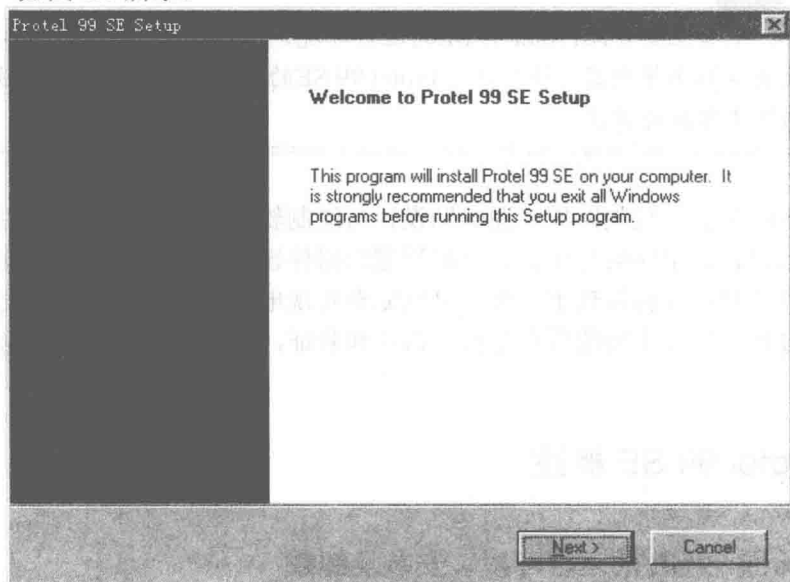

图 1.1 第一个 Protel 99 SE Setup 对话框
(1) 运行安装光盘中 Protel 99 SE 子目录下的 Setup.exe 文件，将显示第一个 Protel 99 SE Setup 对话框，如图 1.1 所示。